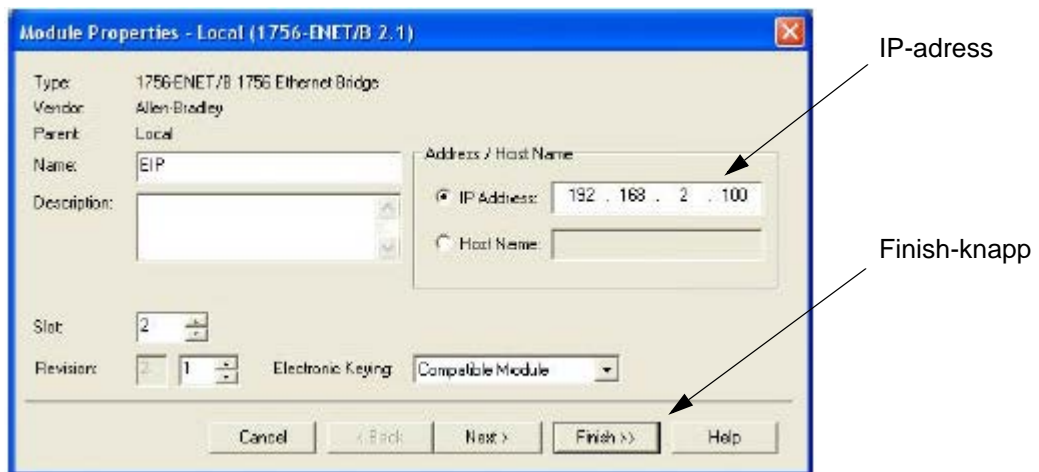

FIG. 70. Ethernet modulegenskaper
- c. I Välj Module Type-fönstret, välj 1756-ENET/B eller 1756-ENBT/A. RSLogix kommer att öppna fönstret Module Properties. Se FIG. 70.
- i. Skriv in IP-adressen och Subnet Mask. IP-adressen måste matcha IP-adressen som skrevs in i fönstret Properties (FIG. 70).